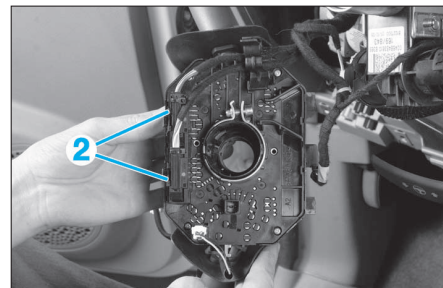

FIG. 36
- Débrancher les connecteurs (2) (Fig.36).